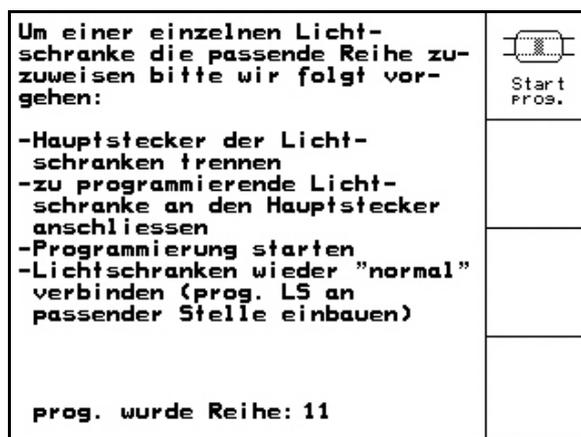

Fig. 84
6. A barreira de luz programada é indicada na ordem correspondente (Fig. 84).